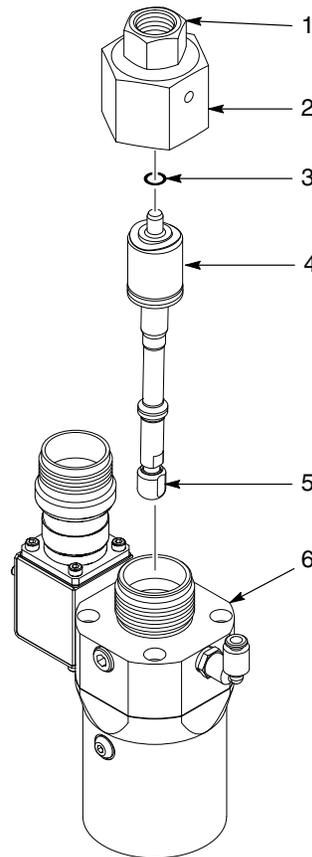

Figura 10 Sostituzione della cartuccia a spirale
2. Vedi figura 10.
1. Vedi figura 10.